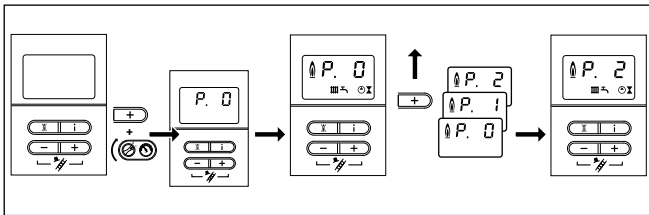

Abb. 6.9 Minimalen kW-Wert einstellen (P.2)
- Drücken Sie die Taste „+“ des Displays und schalten Sie bei gedrückt gehaltener Taste „+“ den Hauptschalter auf „I“ (siehe Abb. 6.9 Minimalen kW-Wert einstellen).
Die Anzeige wechselt zwischen „P.2“ und dem aktuellen Anlagenfülldruck (siehe Abb. 6.9 Minimalen kW-Wert einstellen).